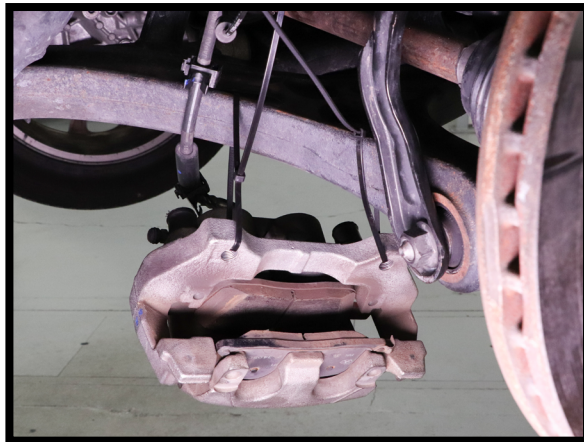

图11
10. 用绑扎带将制动卡钳系到车架上, 以免损坏制动管路。(图11)